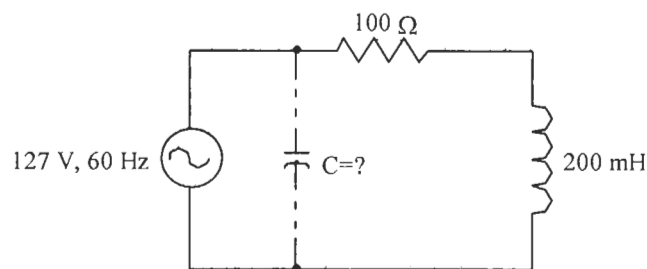

Figura 4.6 Carga RL con capacitor de corrección
- 4) Determinar el valor del capacitor necesario para elevar a 0.95 el factor de potencia de la carga indicada en la figura 4.6.